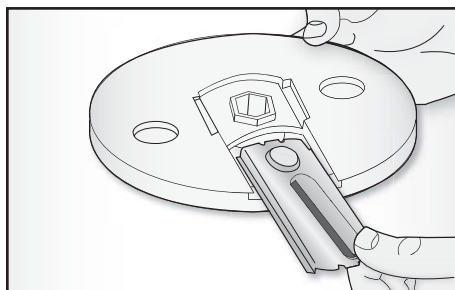

Fig. 7
Inserire la lama desiderata, lama per fette (M), lama per taglio a julienne (L) o la lama per bastoncini (N) sul disco porta lame (I) in modo che il foro situato sulla lama risulti al centro del disco (Fig. 7).